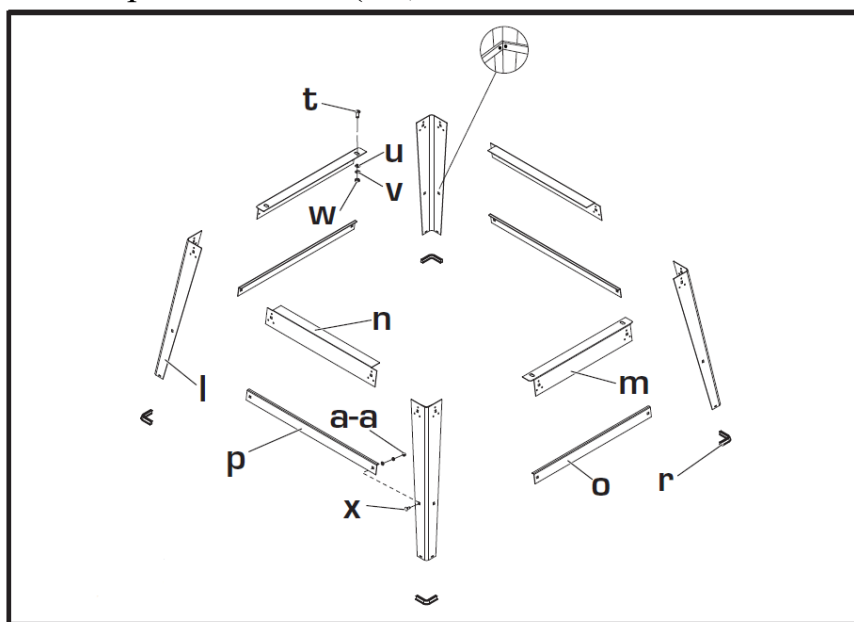
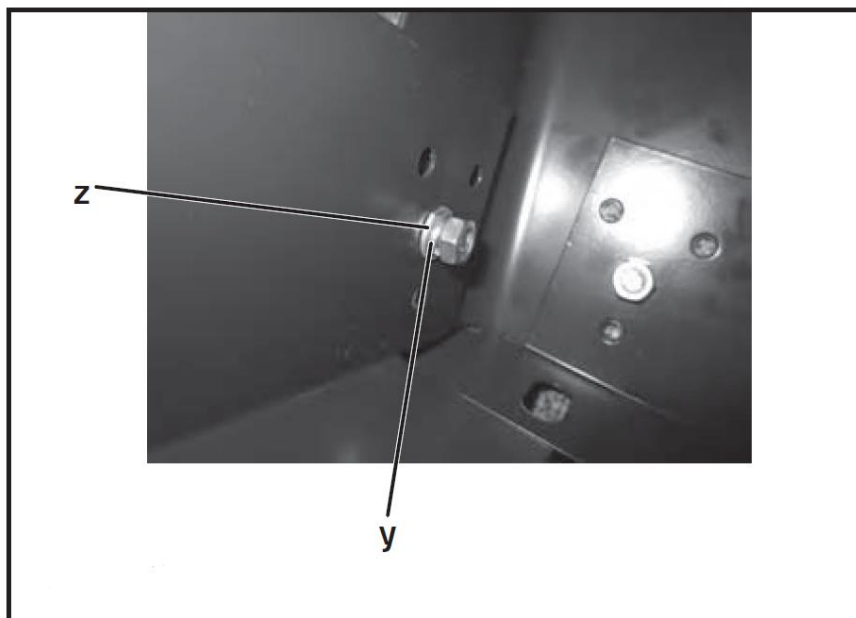
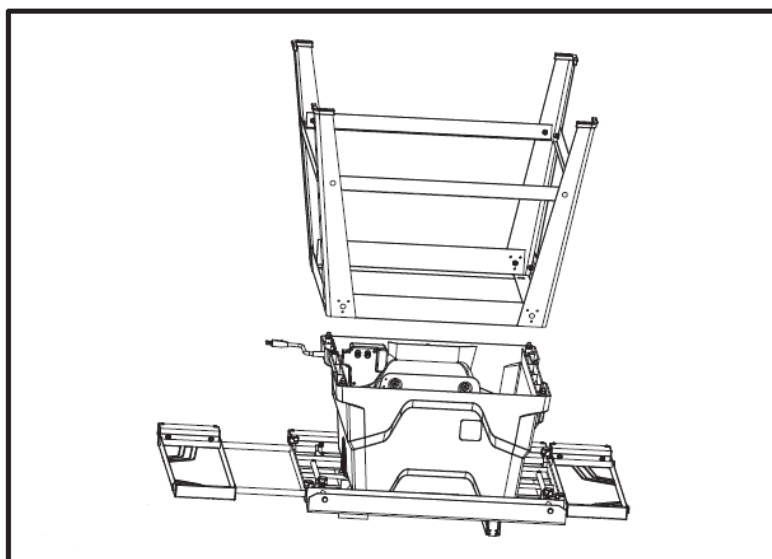

Рис. 3 Сборка станины
Рис. 4
Рис. 5 Крепление круглопильного станка к станине
### 7.1.2. Сборка станины (Рис. 3-Рис. 4)
2. Прикрепите один длинный верхний кронштейн (n) к верхней части одной ножки (l) с помощью болта (x), плоской шайбы (z), пружинной шайбы (y) и шестигранной гайки (а-а). Рис. 3
7.1.3. Прикрепите круглопильный станок к станине (Рис. 3, Рис. 5, Рис. 6).
2. Положите пилу вверх дном на защитный материал (см. Рис. 5).
5. Закрепите пилу на станине с помощью четырех болтов (t), плоских шайб (u), пружинной шайбы (v) и шестигранных гаек (w) (см. Рис. 5,